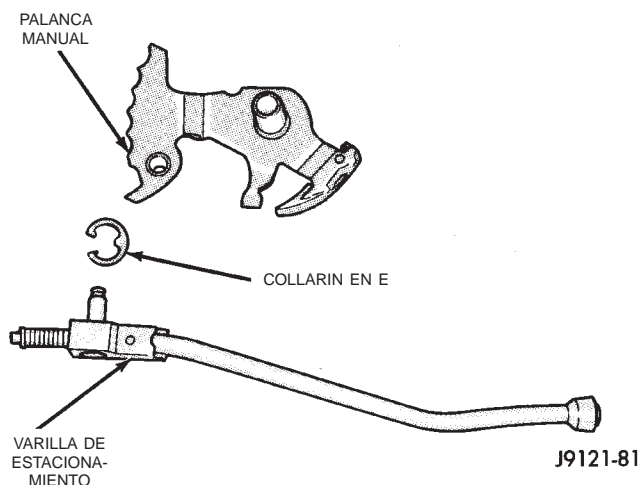

Fig. 48 Varilla de estacionamiento
(10) Retire el collarín en E de la varilla de estacionamiento y separe la varilla de la palanca manual (Fig. 48).